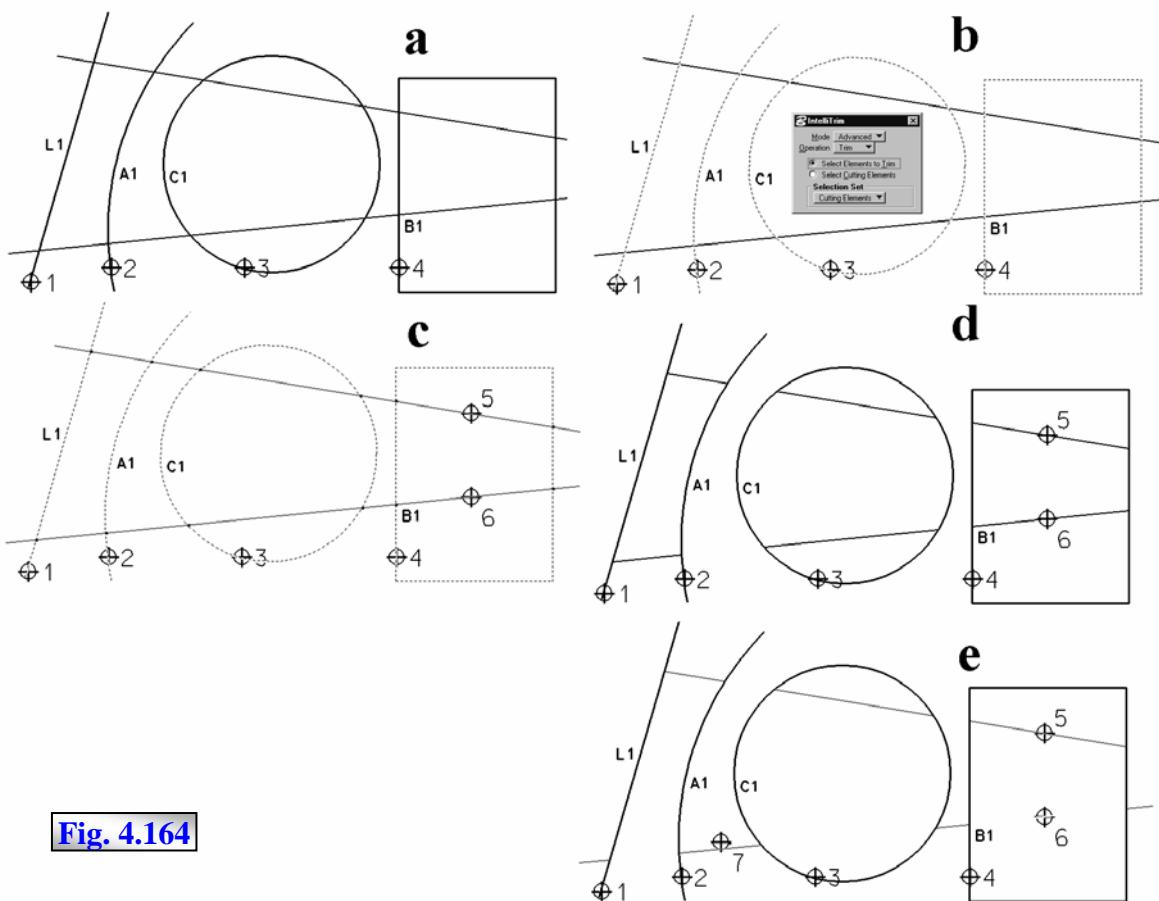

Fig. 4.164
Pentru modul Advanced și tipul Operation – Trim sau Extend, vor putea fi trunchiate sau extinse mai multe elemente, etapele care trebuie parcurse, cu exemplificare pe fig. 4.164, sunt următoarele:
- selecția elementelor care trebuie trunchiate sau extinse, prin utilizarea oricăreia din metodele de selecție specificate în & 2.4, & 4.2; în fig. 4.164-a linia L1, arcul A1, cercul C1 și **block**-ul B1 sunt identificate prin punctele 1, 2, 3, 4;
- dacă controlul **Selection Set** este poziționat pe opțiunea **Cutting Elements** acestea vor fi considerate ca elemente tăietoare și vor fi afișate prin evidențiere în culoarea de selecție și cu linie întreruptă, fig. 4.164-b, iar în bara de stare și informații apare mesajul **IntelliTrim > Identify elements to trim, reset to complete step**, prin care se cere identificarea succesivă a elementelor ce se vor trunchia: liniile identificate prin DP nr. 5 și 6 din fig. 4.164-c;
- în oricare din cele două situații anterioare, posibilele puncte de intersecție ce intervin în operația de trunchiere sau extindere sunt marcate prin puncte negre, fig. 4.164-c;
- finalul operației de identificare trebuie specificat printr-un RST, ceea ce va avea ca efect afișarea rezultatului operației, iar elementele asupra cărora s-a aplicat operația sunt evidențiate prin afișare în culoarea de selecție, fig. 4.164-d; dacă rezultatul operației corespunde, atunci operația se finalizează printr-un nou RST, în caz contrar se continuă cu pasul următor;
- pentru fiecare element care nu corespunde, se plasează un DP pe element sau în apropierea porțiunii acestuia care se dorește a fi păstrată, indiferent dacă această porțiune este sau nu vizibilă; exemplu DP nr. 7 din fig. 4.164-e;